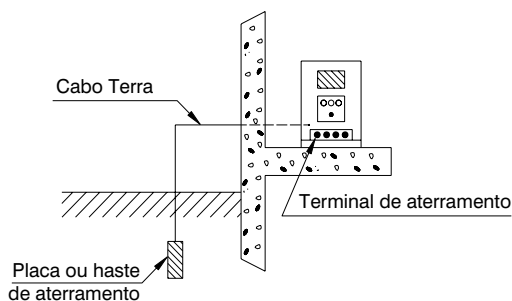

Fig. 14
4.2. Aterramento (Fig. 14 e Tabela 2)